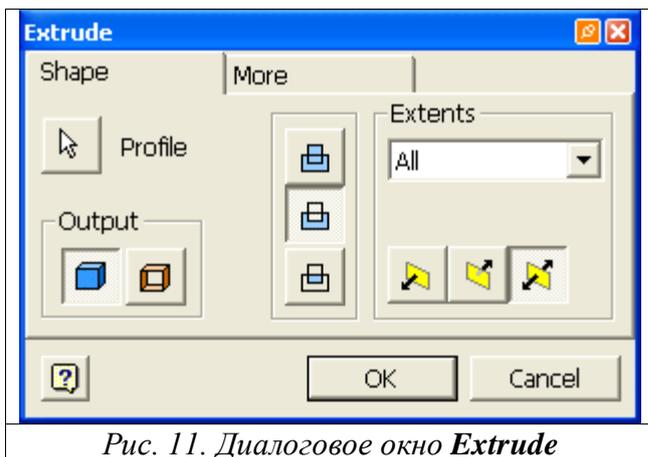

Рис. 11. Диалоговое окно **Extrude**
7. В диалоговом окне **Extrude** (рис. 11) нажмите кнопку **Cut** . В поле **Extents** нажмите на кнопке-стрелке справа от надписи **Distance** и в открывшемся контекстном меню выберите надпись **All**.